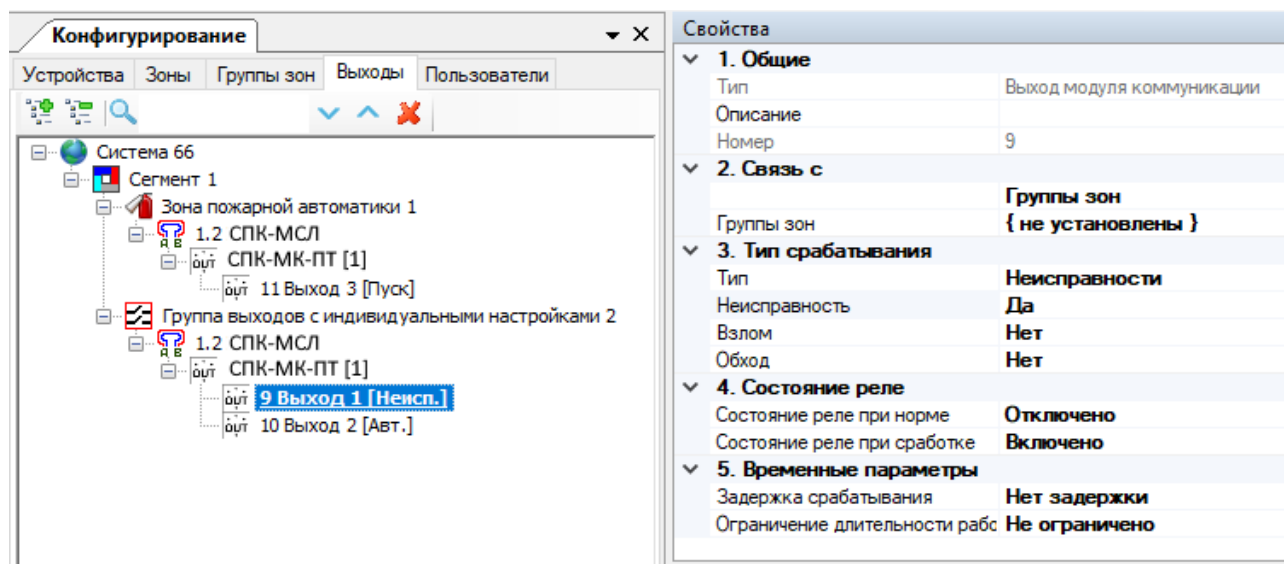

Рис. 55
- 4) Настроить сработку выхода 1 (Неисправность) по неисправности в выбранной зоне или группе зон (в которых находятся устройства, неисправность которых необходимо контролировать на Панели-ПТ) (см. рис. 55).